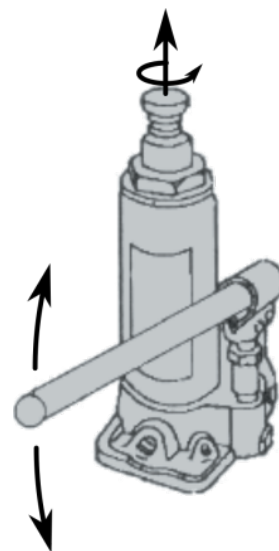

Figura 4: Sollevamento con il martinetto
3. Posizionare il martinetto sotto al veicolo in modo tale che il punzone di sollevamento si trovi centralmente sotto il punto di contatto del veicolo (leggere in merito la guida d'uso del proprio veicolo). Svitare l'asta di prolunga in senso antiorario (figura 4) fino a quando non tocca il punto di contatto del veicolo.